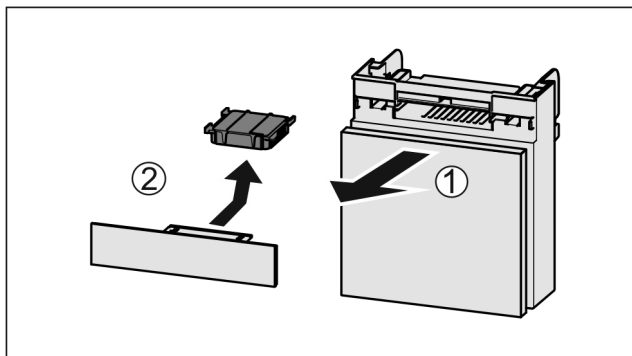

Fig. 218
- ▶ Zásuvku vytáhněte dopředu Fig. 218 (1).
- ▶ Filtr s aktivním uhlím vyjměte Fig. 218 (2).